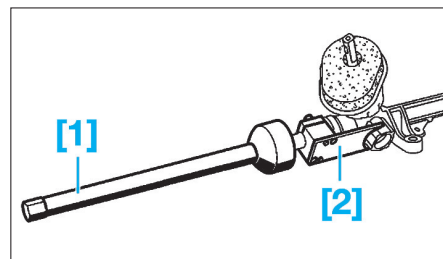

FIG. 9
- [1]. Outil de blocage du barreau de direction (réf. Dir. 1306-03) (Fig.9).
- [2]. Outil de dépose-repose de la biellette de direction Ø 35 à 41 mm (réf. Dir. 1305-01) (Fig.9).
- Mettre en place l'outil [1] sur la barre de direction (Fig.9).